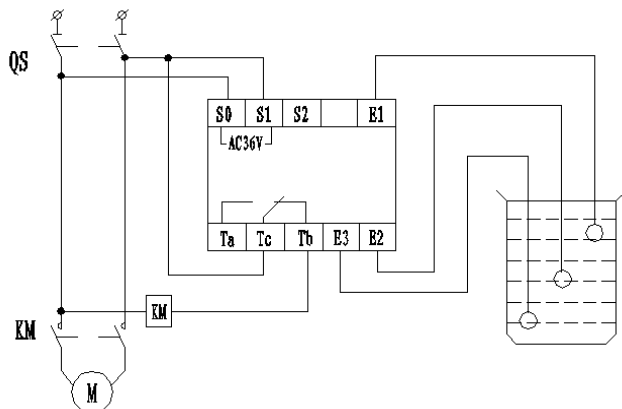

Рисунок 2. Схема соединений NJYW1-NL1, NJYW1-NL2, 36 В перем. тока.Режим подачи воды
3.2 Схема соединений: см. рис. 2–9.